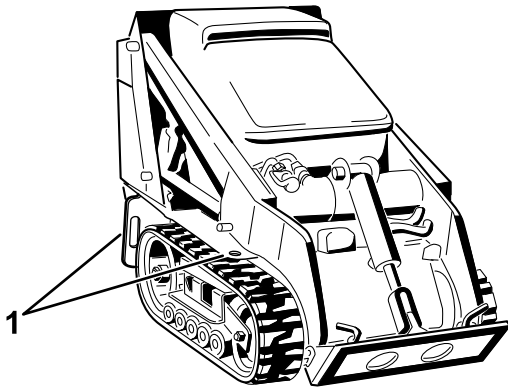

Figura 21
- Utilizzate gli anelli di ancoraggio in metallo sulla macchina per fissare saldamente la macchina al rimorchio o all'autocarro con fascette, catene, cavi o funi (Figura 21). Fate riferimento ai regolamenti locali per i requisiti di ancoraggio.
Potete sollevare la macchina utilizzando gli ancoraggi/anelli di sollevamento come punti di sollevamento; fate riferimento a Figura 21.